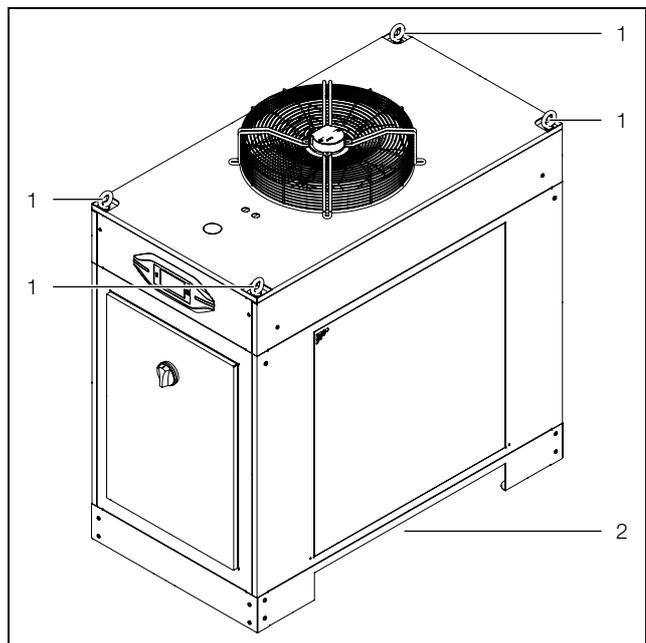

Fig. 18: Trasporto (nella figura è riportato un esempio della versione SK 333640x)
- con i golfari di sollevamento previsti a tale scopo utilizzando il dispositivo di sollevamento (fig. 18, pos. 1) oppure
- con un carrello industriale, tramite movimentazione nella parte inferiore e sollevamento laterale (fig. 18, pos. 2).
Legenda fig. 18